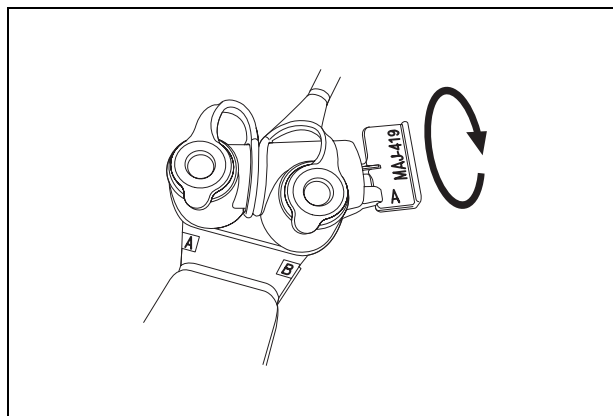

Рисунок 3.16.
1. Поверните рычаг переключения аспирации на клапане для биопсии так, чтобы метка “А” находилась сверху (ñì. Рисунок 3.16.).